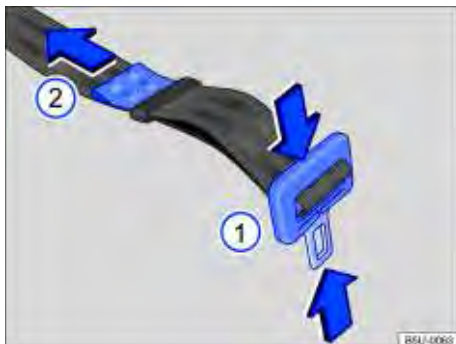

Fig. 57 Ajustar o cadarço do cinto de segurança subabdominal.
- Pressionar a lingueta na direção das setas \Rightarrow Fig. 57  e alongar totalmente o cinto de segurança.